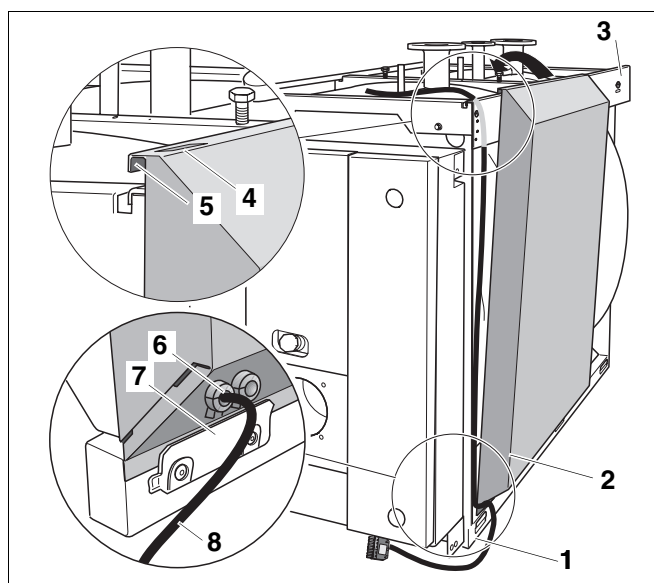

Рис. 30 Монтаж передней боковой стенки с кабелем горелки
- Кабель горелки с фиксатором провода (рис. 30, поз. 8) провести под боковой траверсой (рис. 30, поз. 3) до рамы корпуса котла (рис. 30, поз. 1).
- Приоткрыть переднюю боковую стенку (рис. 30, поз. 2) на корпусе котла.
- Следите за тем, чтобы вырез на передней боковой стенке (рис. 30, поз. 4) был обращен к передней стенке котла.
- Провести кабель горелки с фиксатором (рис. 30, поз. 8) через кабельный ввод (рис. 30, поз. 6) на передней боковой стенке (рис. 30, поз. 2). Соединительный штекер горелки (большой) остается снаружи.
- Установить переднюю боковую стенку (рис. 30, поз. 2) за язычки на раме котла (рис. 30, поз. 7) и подвесить отбортовку (рис. 30, поз. 5) заподлицо на боковую траверсу (рис. 30, поз. 3).